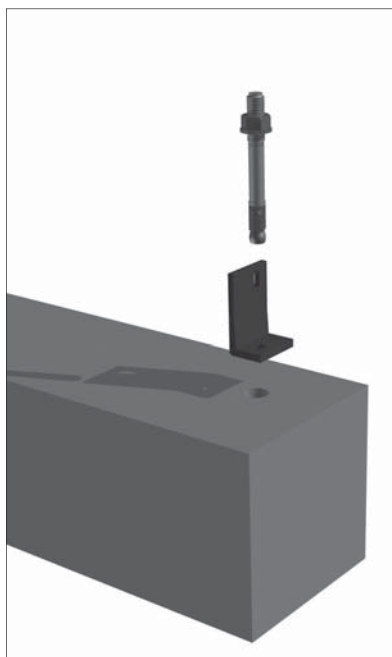

Bild 4.6-2
- Metallspreizdübel durch den Winkel in die Beton-Unterkonstruktion einschlagen. (Bild 4.6-2)